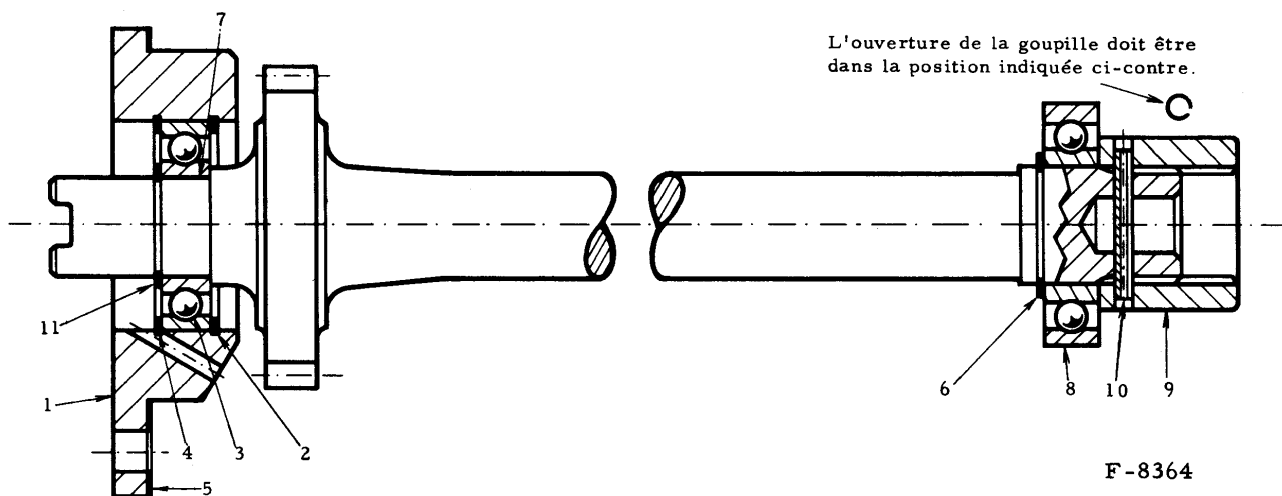

Fig. 32. — Arbre de prise de force arrière.
- Dans la cage de roulement arrière (1), positionnez le circlip avant (2), le roulement (3) et le circlip arrière (4) (fig. 32).
- A l'aide d'une presse ou du dispositif montré ci-contre, montez le roulement arrière (7) et sa cage sur l'arbre.